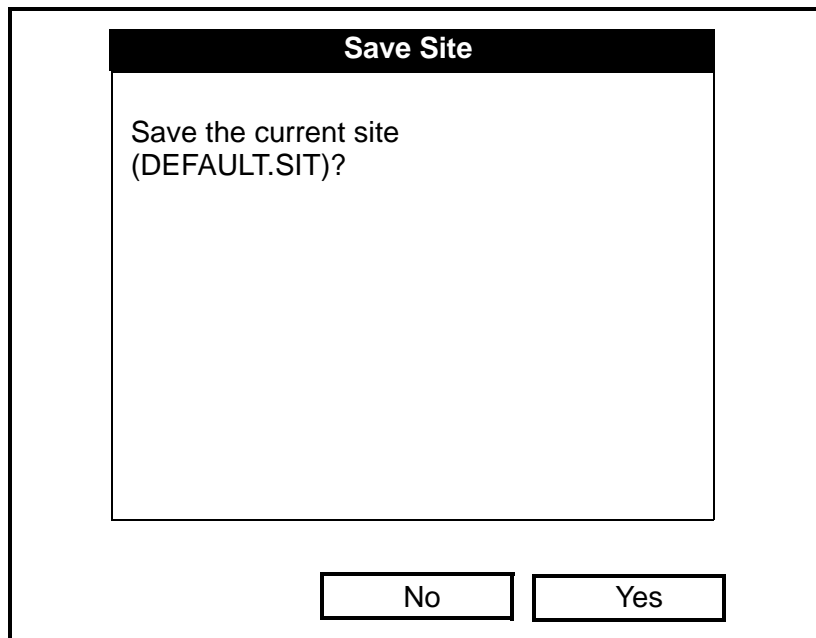

Figura 4-7: Ventana Save Site (Guardar ubicación)
En ambos casos, aparecerá una ventana como la de la figura 4-7.
5. Cuando haya terminado, pulse [F3] (OK) para aceptar el nombre, o pulse [F2] (Cancelar) para salir de la ventana sin crear una ubicación nueva.
6. Cuando aparezca la ventana *Save Site* (Guardar ubicación) (consulte la figura 4-7 en la página 4-6), pulse [F2] (No) para cancelar la acción de guardar la ubicación o pulse [F3] (Sí) para guardar la ubicación con el nombre nuevo.